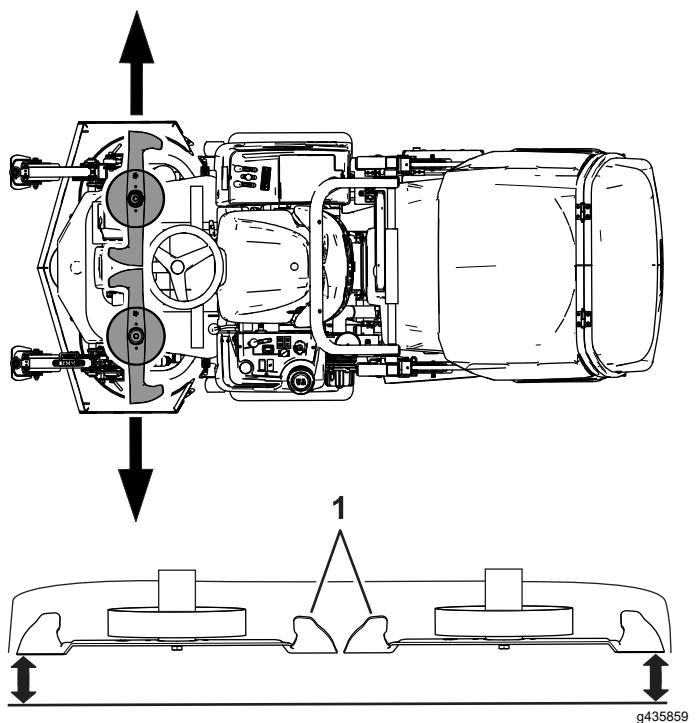

図 102
3. 片方のウイングブレードを一番外側の位置に出す図 102。
4. 各ブレードの一番外側のエッジから床面までの高さを測る図 102。
5. カッティングユニットの反対側のウイングブレードを一番外側の位置に出す図 102。
6. ゲージブロックを使って、各ブレードの一番外側のエッジから床面までの高さを測る図 102。
8. 刃の一番外側のエッジから平らな床面までの距離を測る図 102。